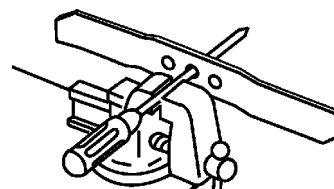

Figure 25
1. Vérifiez l'équilibre de la lame en enfilant le trou central sur un clou ou la tige d'un tournevis serré horizontalement dans un étau (Fig. 25).